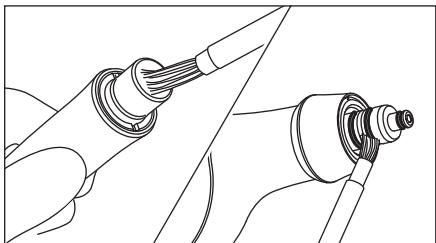

Fig. 11
- 1) Limpie perfectamente el interior de la unión de la pieza de mano y la parte del anillo "O" del depósito de polvo, utilizando el cepillo accesorio para la limpieza. (Fig. 11)